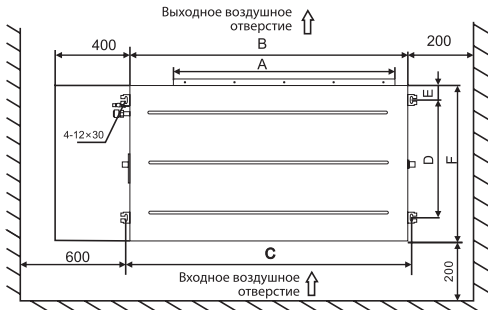

Рис. 3
- Интервал расположения анкерного болта при монтаже воздуховодов показан на рис. 3 приложения. Данные расшифровки рисунка в таблице 1.